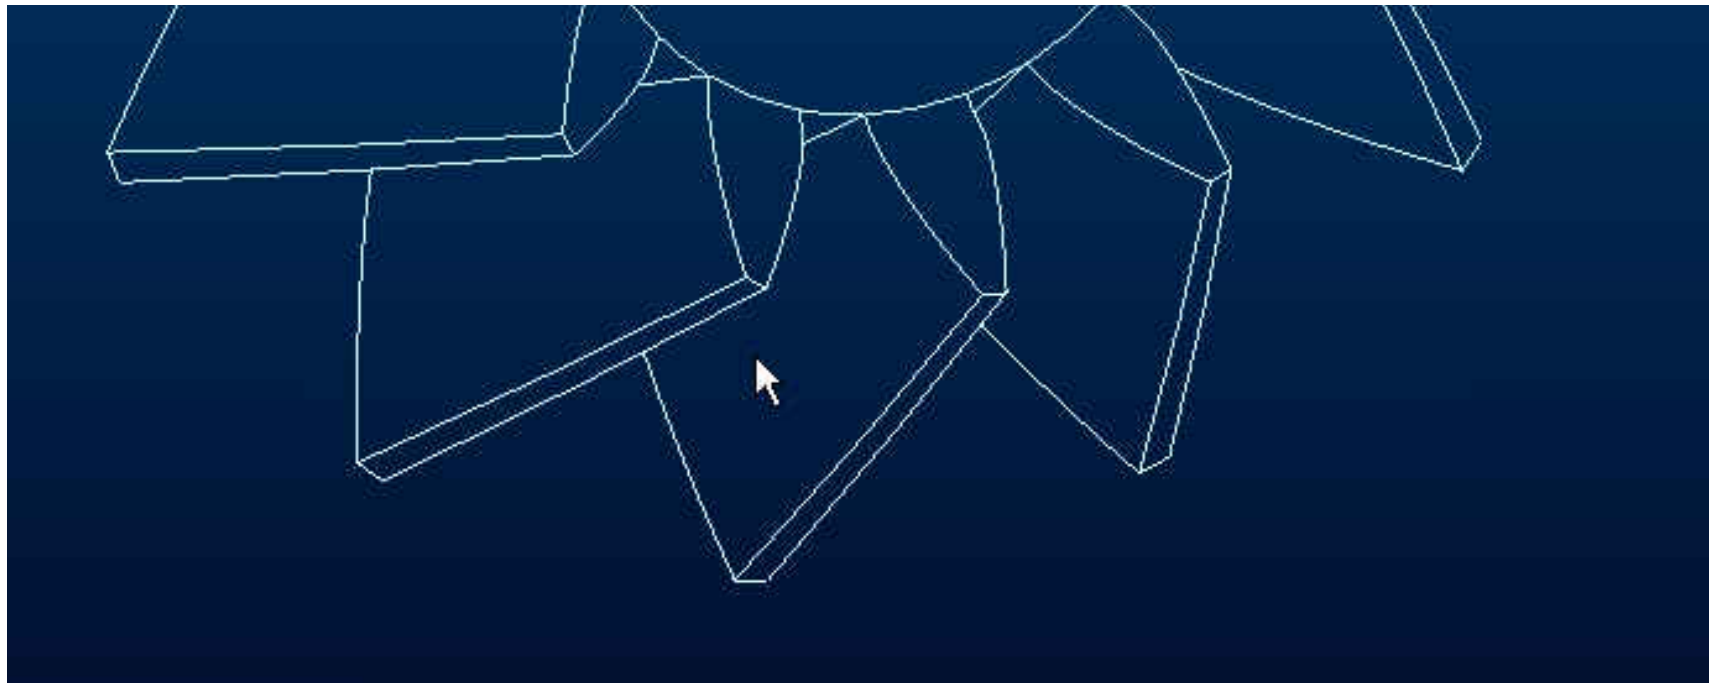

## Abbildung 19
16. Regenerieren Sie das Model so dass folgende Geomerie entsteht (Abbildung 19)